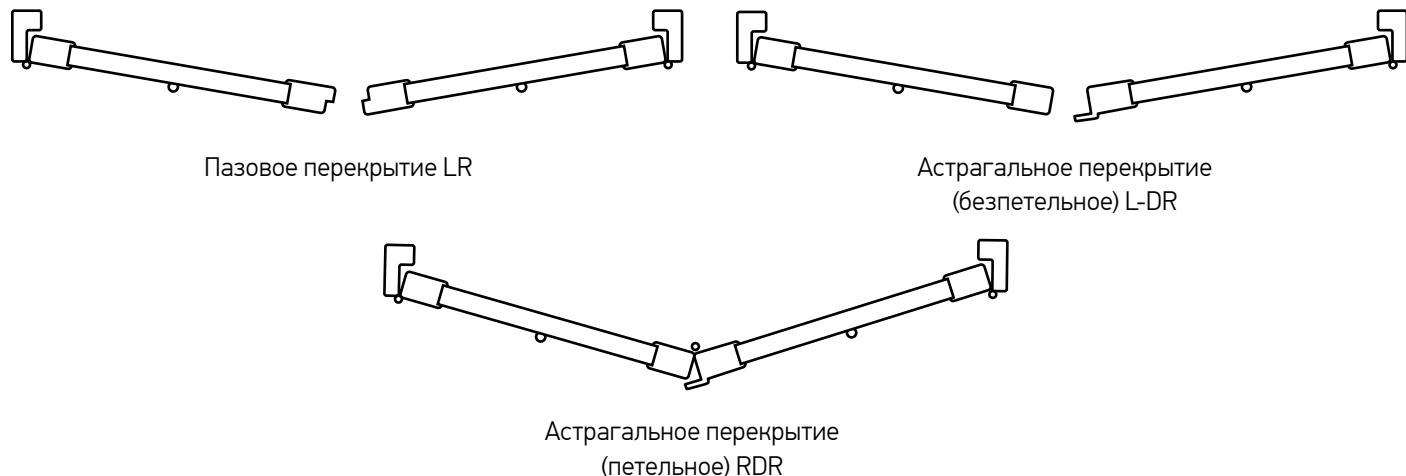

Рис. 21
7.2 Существует два вида перекрытия створок - пазовое и астрагальное . Астрагал обозначается буквой D. Если перекрытие беспетельное, то перед D добавляется (-) (Рис.21).